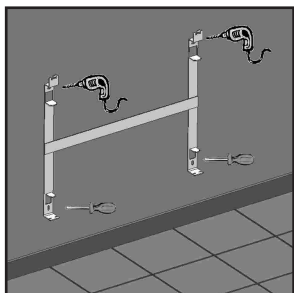

fig. 4
4. Colocar el soporte haciendo coincidir los agujeros inferiores para los tornillos del mismo y atornillar. (fig. 4)
5. Con el soporte sujeto por la parte inferior repetir el proceso del punto 2. (fig. 4)